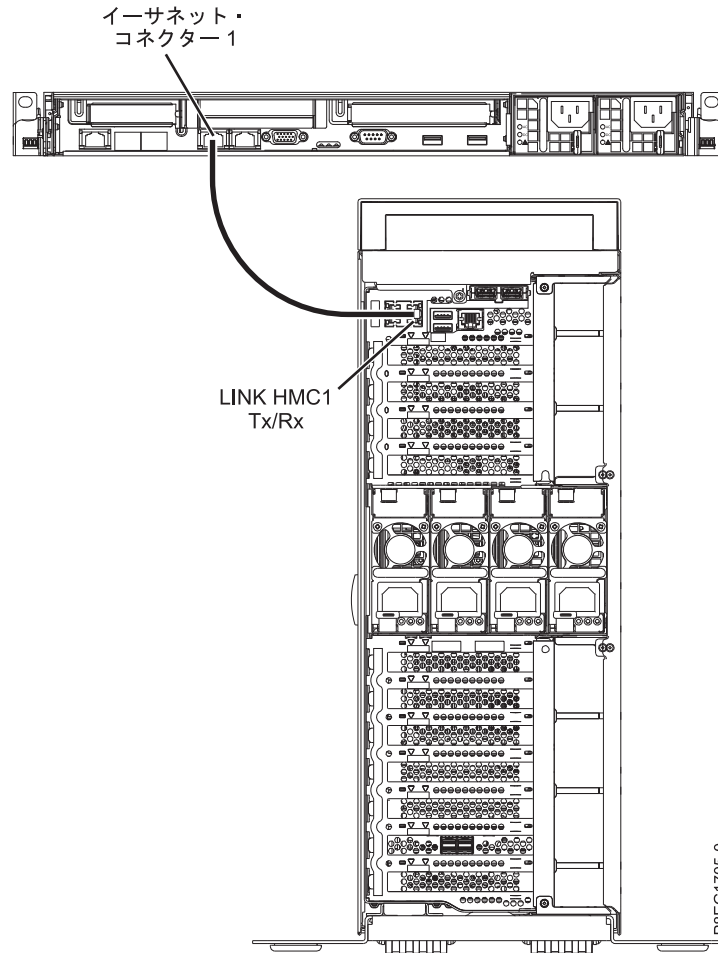

図 21. 管理対象システムへの HMC の取り付け
1. HMC を管理対象システムに直接接続する場合は、HMC の **イーサネット・コネクタ 1** を管理対象システムの **HMC1** ポートに接続します。39 ページの図 21 を参照してください。